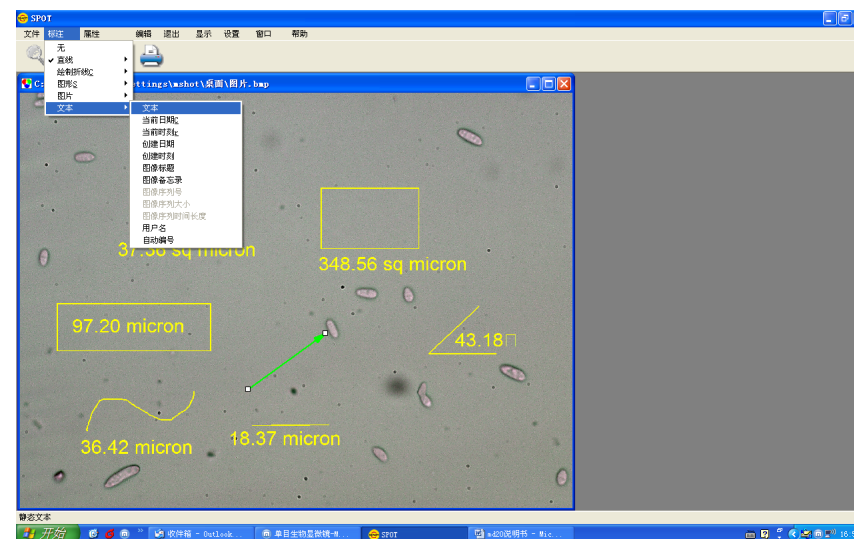

图 12
13. 在“标注”工具栏“文本”选择中“文本”，然后在图像合适位置点击建立一个文字框,输入说明文字（图 12，图 13）；